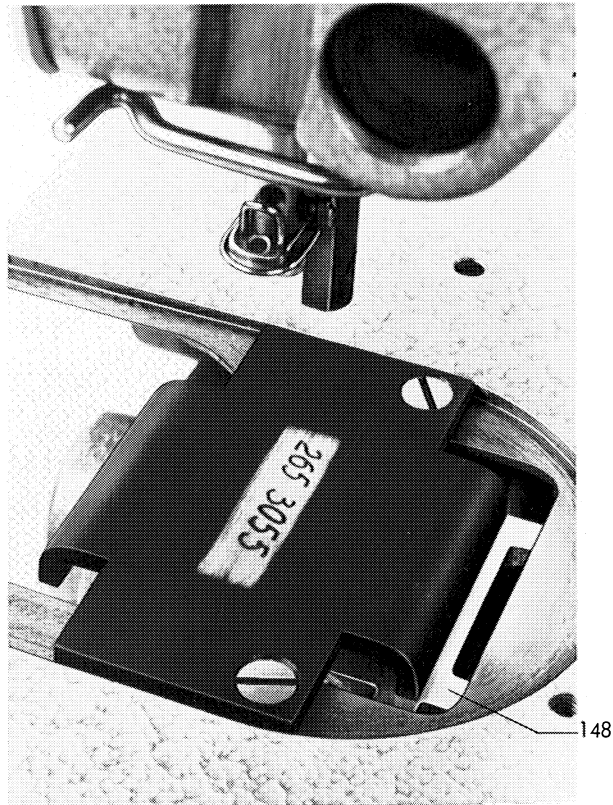

Abb. 25
2. Klemmschraube 145 lösen und Transporteurträger 148 (Abb. 25) etwas nach unten stellen, damit die Lehre ungehindert aufgeschraubt werden kann;
3. Lehre (Bestell-Nr. 2653055) für den Transporteurträger, wie in Abbildung 25 dargestellt, mit den zwei Stichplattenbefestigungsschrauben aufschrauben;
4. den Transporteurträger 148 so einstellen, daß die Transporteurauflagefläche an der Lehre anliegt (siehe auch Abb. 25).